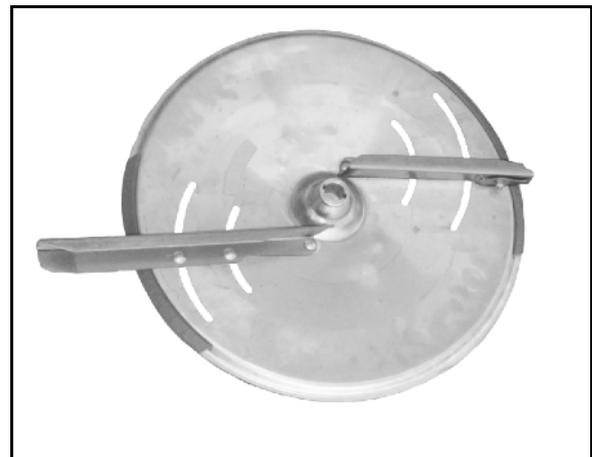

図 19
- 左側の散布ディスク (図 19/1) には L マークを表示
- 右側の散布ディスク (図 19/2) には R マークを表示
- 長いタイプ (図 19/3) - 設定目盛りは値 35 ~ 55
- 短いタイプ (図 19/4) - 設定目盛りは値 5 ~ 28